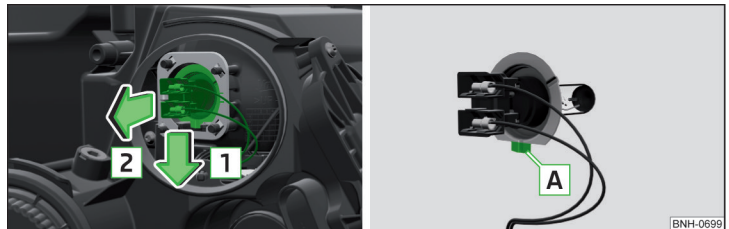

Abb. 268 Glühlampe für Fernlicht wechseln
- › Den Stecker mit der Glühlampe in Pfeilrichtung **1** lösen » Abb. 268.